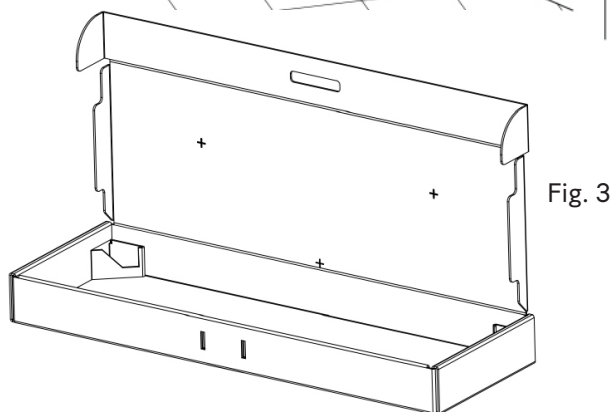

Fig. 3
- Välj position på väggen enligt de mått som nämns i Figur 1. Öppna lådan och placera den mot väggen (Fig. 3). Överför sedan de markerade hålen till väggen.